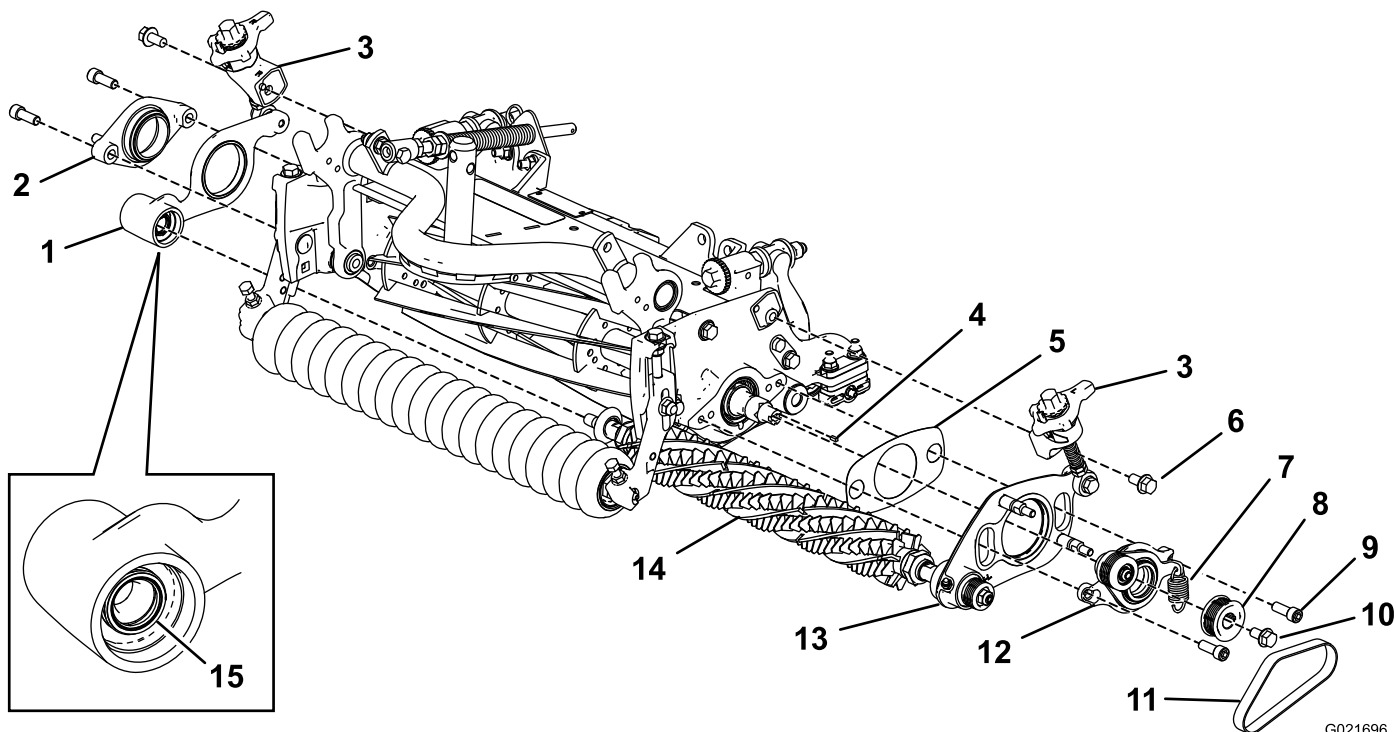

Bild 10
21. **Antriebsseite des Mähwerks:** Befestigen Sie die Drehnabe, die Groomerplatte an der Antriebsseite mit dem Express-Hubhebel und die Beilagscheibe mit zwei Sechskantschrauben (3/8" x 1") an der Seitenplatte des Mähwerks, siehe (Bild 10). Schmieren Sie die Schrauben vor dem Einschrauben mit 242 Loctite (blau) ein.
22. Montieren Sie die Groomerplatte ohne Antrieb auf der Groomerwelle (Bild 10). Achten Sie darauf, dass die Dichtungsfeder nicht abfällt.
23. Befestigen Sie die Drehnabe ohne Antrieb mit zwei Sechskantschrauben (3/8" x 1") an der Seitenplatte des Mähwerks, siehe (Bild 10). Schmieren Sie die Schrauben vor dem Einschrauben mit 242 Loctite (blau) ein.
25. Montieren Sie die Express-Hubhebel mit zwei Bundbolzen (3/8" x 3/4") an den Seitenplatten, siehe Bild 10.
26. Tragen Sie Gleitmittel auf den Schlüsselschlitz der Antriebsscheibe auf; stecken Sie den rechteckigen Schlüssel in den Schlüsselschlitz und schieben Sie die Antriebsscheibe und den Schlüssel auf die Antriebswelle (Bild 10).
27. Tragen Sie 242 Loctite (blau) auf das Gewinde eines Bundbolzens (3/8" x 3/4") auf und schrauben Sie ihn in das Ende der Antriebswelle. Ziehen Sie ihn mit 37 bis 45 Nm an und befestigen Sie die Antriebsscheibe (Bild 10).
28. Montieren Sie den Groomerriemen auf den Spannscheiben (Bild 10). Stellen Sie sicher, dass die Rippen am Riemen richtig in den Rillen jeder Spannscheibe sitzen.